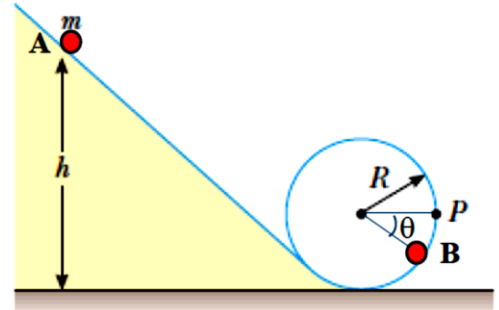

Figura 1
A) (2,0 p) Primul sistem mecanic este o trambulină de-a lungul căreia se poate deplasa un corp de mici dimensiuni cu masa $m = 400$ g. Sistemul are forma unui plan înclinat care se continuă cu o buclă circulară de rază $R = 0,5$ m (figura 1). Corpul este lăsat liber de la înălțimea $h = 2$ m și se oprește în punctul B. Modulul lucrului mecanic al forței de frecare dintre corp și trambulină, în decursul deplasării de la A la B, reprezintă o fracțiune $f = \frac{7}{8}$ din energia mecanică a corpului aflat în starea inițială. Calculează unghiul θ dintre orizontală și raza buclei în punctul B. Se consideră accelerația gravitațională $g = 10$ m/s².